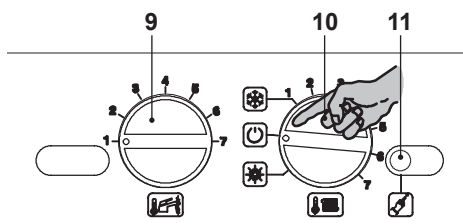

Figura 5.59
- Per uscire dalla programmazione posizionare il selettore di funzione / manopola regolazione temperatura 10 come indicato in Figura 5.59.